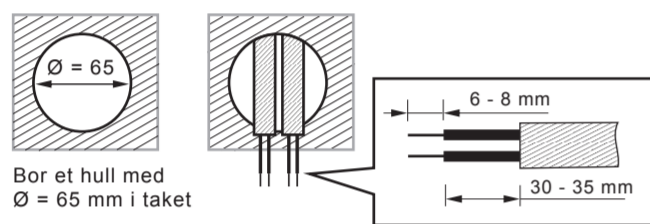

FIG.10
- 4.4.2.1 For å installere detektoren, kan du bore et hull med diameter på 65 mm i taket bord og holde strømledningen på utsiden. Vennligst dra av 6 - 8 mm kabelhylse for kabeltrekking (se FIG.10).